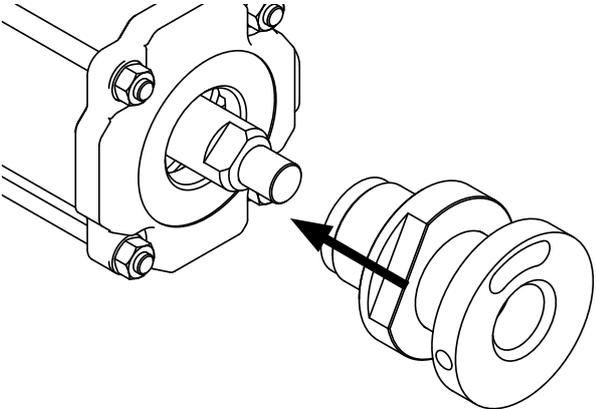

Fig.2-8 MoInstallez le manchon d'extrémité sur l'actionneur.
- Vérifiez que les deux joints toriques sont montés sur le manchon d'extrémité, l'un devant être monté sur le filetage du manchon d'extrémité et l'autre sur le contre-écrou. Puis installez le manchon d'extrémité sur l'actionneur (→ Fig. 2-8).